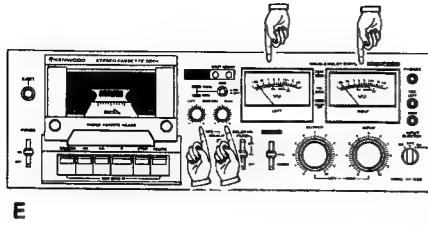

Fig. 10
2. Ladda med en kassett för inspelning. (Fig. 10-A)
3. Ställ bias- och equalizer-omkopplarna (TAPE BIAS, TAPE EQUALIZER) i läge för den bandtyp som används. (Se sid 25.) Tryck ner inspelningsreglaget (RECORD) och avspelningsreglaget (►) samtidigt. Tryck snabbt ned pausreglaget (PAUSE). Sätt monitoromkopplaren (MONITOR) i läge TAPE. (Fig. 10-B)
4. Ställ bias-rattarna (BIAS ADJ) i mittläge. Ställ utnivåratten (OUTPUT) i max läge och låt den stå kvar i detta läge under bias-inställningen. (Fig. 10-C)
5. Tryck in oscillatoromkopplaren (OSC). Då aktiveras signalaerna 400 Hz och 10 kHz. Tonerna kan höras i högtalarna eller i hörluren för enklare justering. Frigör pausreglaget (PAUSE). (Fig. 10-D)
6. Lorsque la lampe verte de contrôle du signal d'essai est allumée, c'est le signal à 400 Hz qui est enregistré. Lorsque la lampe rouge est allumée, c'est le signal à 10 kHz. Réglez le bouton BIAS ADJUSTER de façon que les niveaux de lecture du 400 Hz et 10 kHz soient équivalents (environ 0 au "VU-Mètre"). (Fig. 10-E)
6. Beim Aufleuchten der grünen Kontrolllampe (TEST TONE) wird das 400 Hz-Pilotenignal, beim Aufleuchten der roten Kontrolllampe das 10 kHz-Pilotenignal aufgezeichnet. Die Regler BIAS ADJ so einstellen, daß die VU-Meter bei beiden Pilotenignalen eine gleiche Anzeige (ca. 0 VU) liefern. (Fig. 10-E)
Stel de BIAS ADJUSTER zodanig in, dat bij weergave van de 400 Hz en 10 kHz signalen dezelfde waarde wordt afgelezen (ongeveer 0 VU). (Fig. 10-E)
Vrid på bias-rattarna (BIAS ADJ) så att båda tonerna får ungefär samma nivå på VU-mätarna (ca 0 VU). (Fig. 10-E)